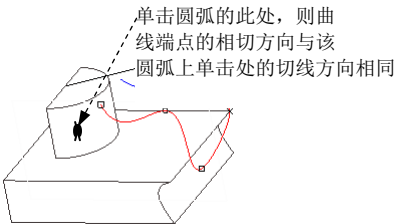

图 10.3.26 对齐 (Align)
- **对齐** (Align): 选择该选项后, 在另一参考曲线上单击, 则端点的切线方向将与参考曲线上单击处的切线方向保持一致, 如图 10.3.26 所示。